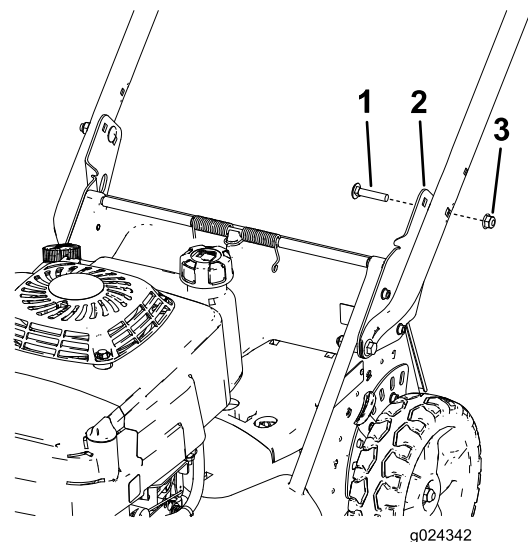

Bild 6
2. Holmhalterung (2)
6. Befestigen Sie den Holm mit zwei Schlossschrauben (5/16" x 1½") und zwei Bundmuttern (5/16") an der gewünschten Holmhöhe an den Holmhalterungen, wie in **Bild 6** abgebildet.